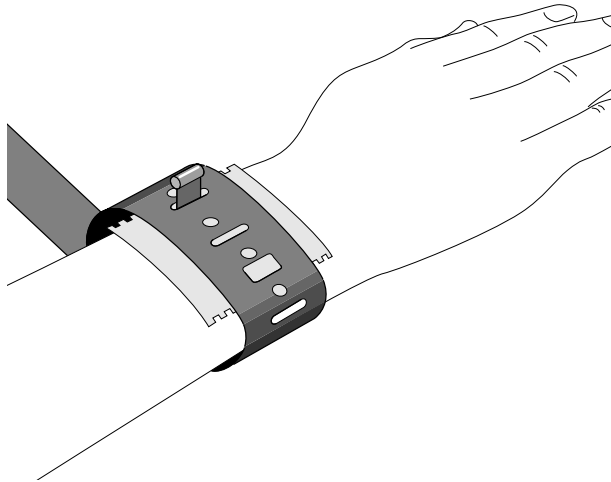

Bild 4-2. Befestigen der Plattenelektroden
- Befestigen Sie die Elektrode mit dem Spannband (Bild 4-2):